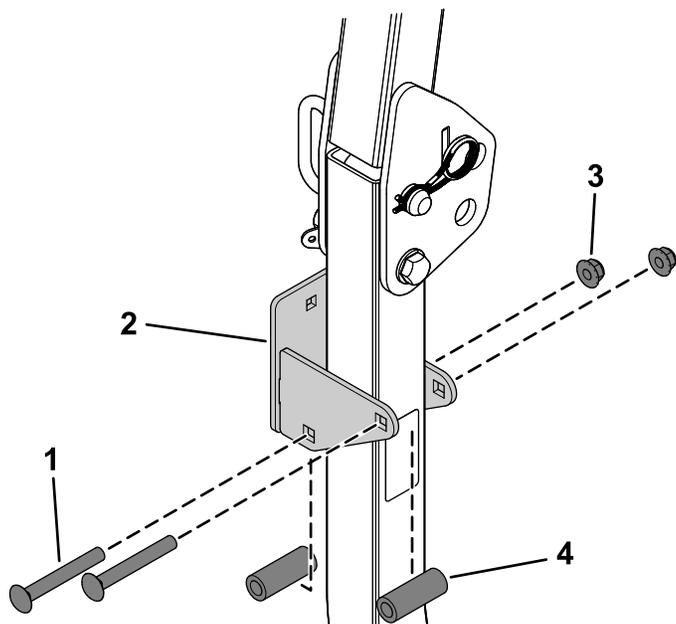

Figura 4
2. Instale o suporte para a coluna direita da barra de segurança utilizando dois espaçadores do tubo, dois parafusos de carroçaria ($\frac{3}{8}$ pol. x 3 pol.) e duas porcas flangeadas ($\frac{3}{8}$ pol.) como se mostra na Figura 4.